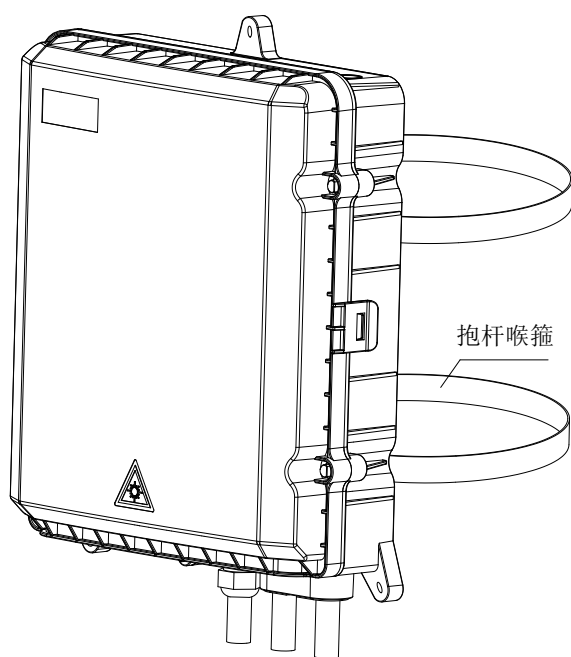

图 8
⑨ 抱杆安装：把一个抱杆固定件安装在盒底上，再把金属喉箍在光纤配线终端盒盒底部固定孔内穿好，然后固定在电杆上。见图 8